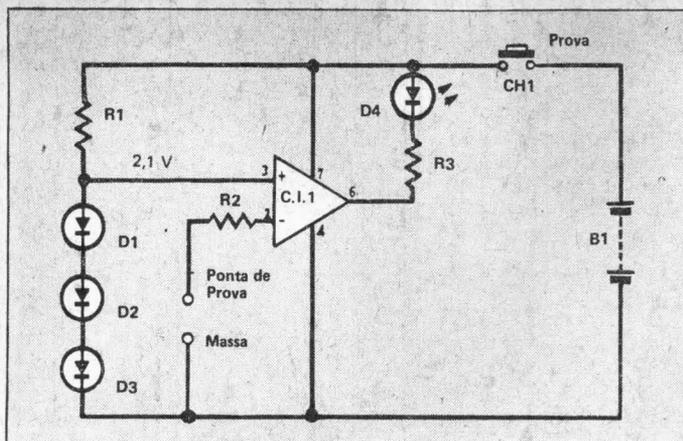

FIG. 1 — Diagrama esquemático do provador lógico. A numeração de C.I.1 corresponde ao 741 com invólucro de 8 pinos em linha dupla.
C.I.1 — Amplificador operacional integrado tipo 741, invólucro de 8 pinos em linha dupla (ver legenda da Fig. 1)
Como vemos na Fig. 1, a tensão de referência do circuito é obtida com a ligação em série de diodos de silício, no sentido de sua condução, entre os terminais da bateria, o que proporciona um potencial três vezes superior ao de um único diodo de silício polarizado diretamente, em plena condução. Temos, então: $3 \times 0,7 = 2,1$ V, que é o limite inferior do estado lógico "1" dos integrados TTL.